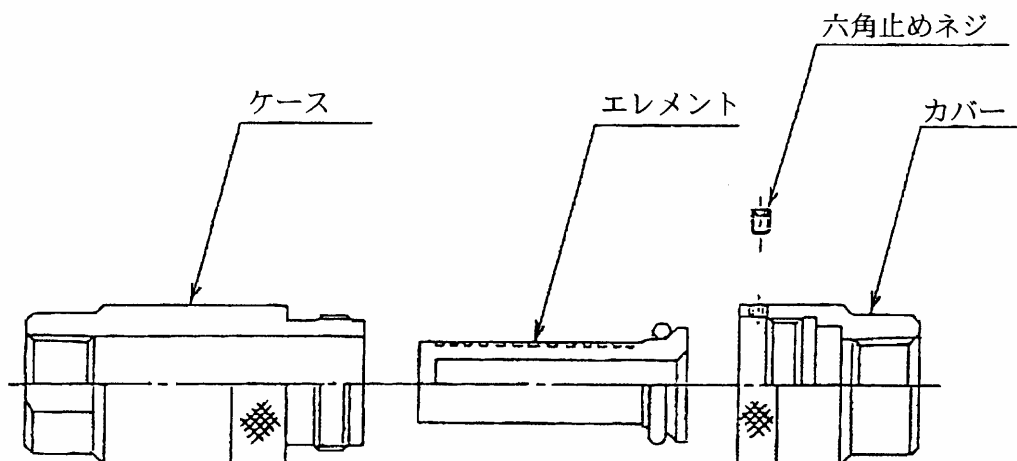

図1
2. 製品を分解します。(図1. 参照)
4. 再組立には無塵手袋を使用してください。(図1. 参照)
- ①エレメントを密封包装から取出し、Oリングが付いているところを確認して下さい。エレメントのろ材部には、手を触れないように注意して下さい。
- ②エレメントをケースの角部に当てないように注意して、ケースに挿入して下さい。
- ③ケースにカバーをねじ込んで下さい。
- ④カバーにゆるみ防止の止めネジを締付けて下さい。